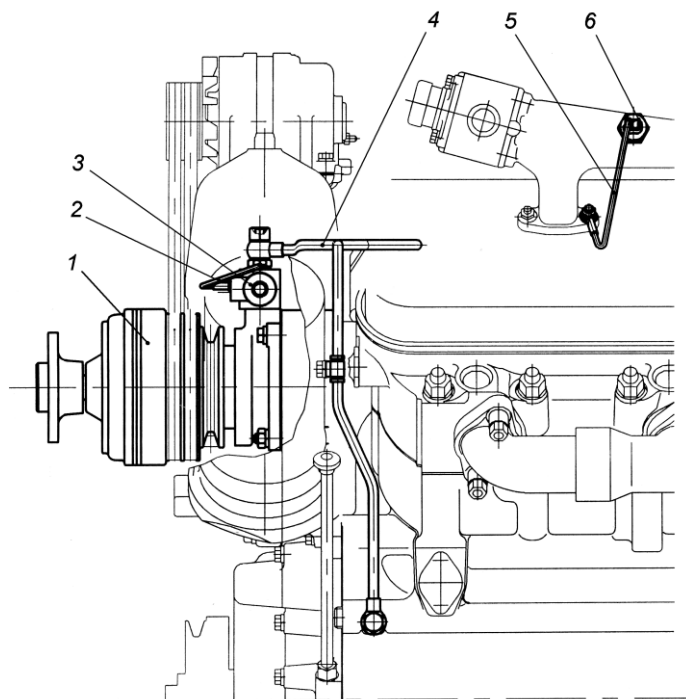

Рис. 45. Расположение деталей привода вентилятора с электромагнитным клапаном на двигателе:
**ВКЛЮЧАТЕЛЬ ЭЛЕКТРОМАГНИТНЫЙ** (рис. 45–48). Особенности работы электромагнитного выключателя заключается в том, что от термореле поступает электрический сигнал к